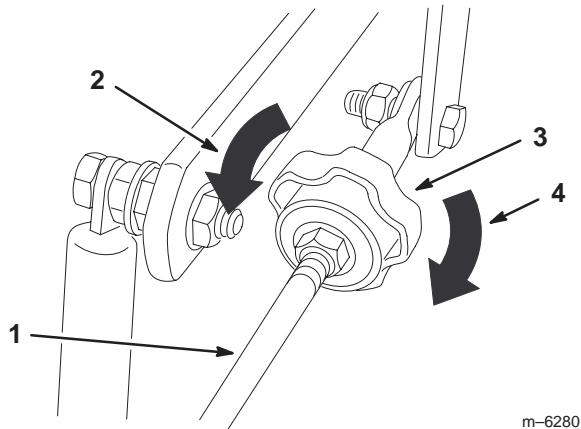

Figure 57
- Pour que la machine tire à droite, tournez le bouton vers la droite de la machine (voir la figure 57).
- Pour que la machine tire à gauche, tournez le bouton vers la gauche de la machine (voir la figure 57).